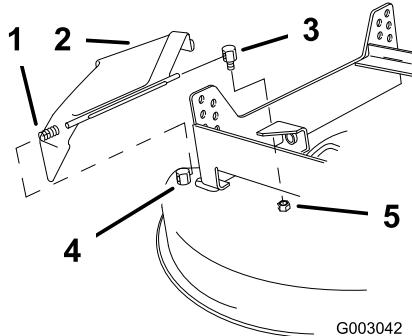

Figura 55
- Instale el pivote de deflector trasero en el cortacésped y apriete la contratuerca (Figura 55). El muelle debe mantener el deflector de hierba en la posición de abatido. Levante el deflector para verificar que baja a la posición de totalmente abatido.
- Retire la contratuerca que sujeta el pivote trasero del deflector al cortacésped y retire el pivote trasero (Figura 55).
- Retire el conjunto del deflector del pivote delantero (fijo) y retire el conjunto del deflector del cortacésped (Figura 55).